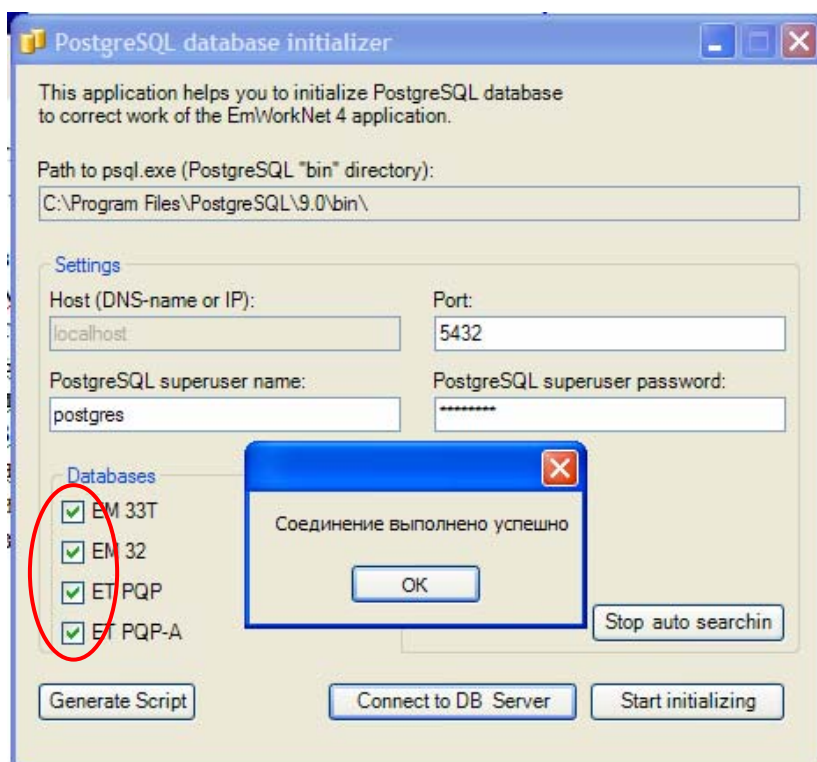

Рис. 14.12
11. Для ручной инициализации базы данных следует открыть папку C:\Program Files\MarsEnergо\EmWorkNet\database и запустить программу инициализации (файл EmDbInit.exe, иконка ) (рис. 14.12). После запуска программы начнется автоматический поиск файла psql.exe. Если путь не будет найден автопоиском, остановить поиск нажатием кнопки «Stop auto searchin» и задать его вручную (путь по умолчанию: C:\Program Files\PostgreSQL\9.0\bin). Затем ввести пароль, который был задан при установке базы, проверить, чтобы в поле «Databases» были выбраны все пункты и нажать кнопку «Connect to DB Server».